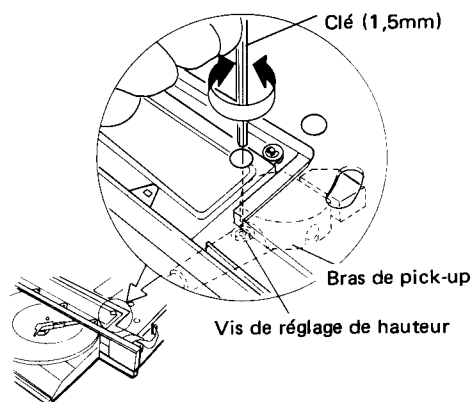

Fig. 9-12 Vis de réglage de bout d'aiguille
3. Tout en tenant le bras de pick-up de la main gauche, régler la vis de réglage avec une clé (1,5mm) passée à travers l'orifice de réglage comme indiqué Fig. 9-12.